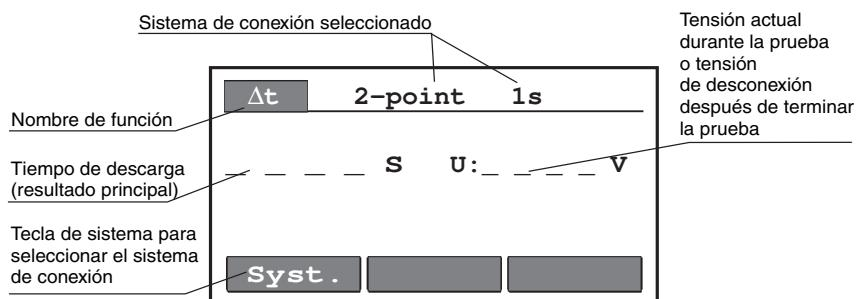

Fig.21. Información básica en función  $\Delta t$
1. Ajustar el interruptor giratorio a la posición Dt (tiempo de descarga); se visualiza la información de acuerdo con la fig. 21.